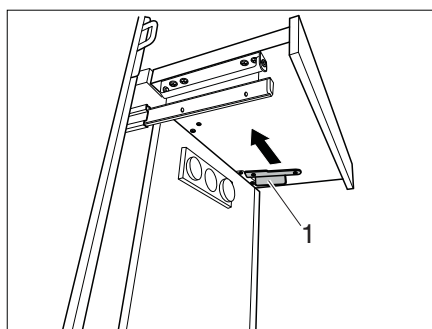

Fig. 130 Bloccaggio del piano di ampliamento
- Spingere il bloccaggio (Fig. 130,1) in avanti. Il piano di ampliamento è bloccato.
- Sbloccare il bloccaggio (Fig. 130,1).